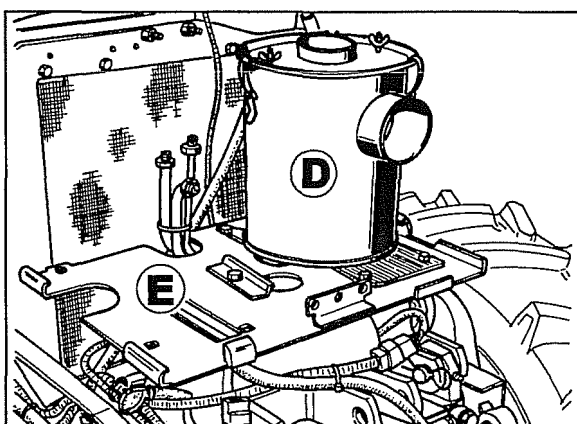

Fig. 7
5. Quitar el filtro completo D fig. 7 y el relativo soporte E con el que quitaremos también la bocina y el cable de masa de la batería.